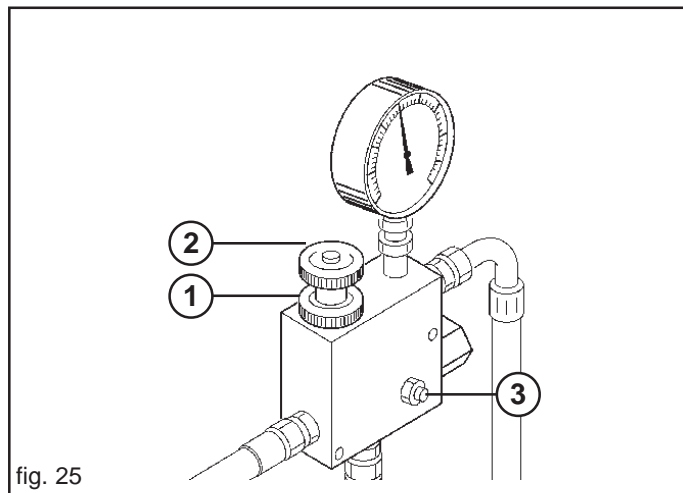

fig. 25
Se es necesario aumentar incrementar el número de revoluciones de la toma para la distribución de semillas mayor, moviendo con prudencia y atención como segue (Fig. 25):
- b) desde el pomo (1, Fig. 25);
- c) girár en sentido horario o antihorario el pomo (2, Fig. 25) para disminuir o aumentar la presión y variando el número de revoluciones de la toma.